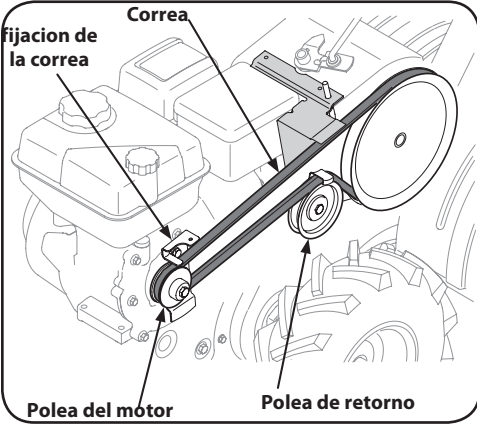

Figura 5-3
4. Retire la ménsula del guardacorrea ubicado detrás de la polea del motor extrayendo dos pernos hexagonales y arandelas de seguridad. Vea la Figura 5-3.
6. Después de armar, cerciórese de que la correa pasa sobre la polea loca y por dentro de los guardacorreas junto a la polea del motor. Vea la Figura 5-3.